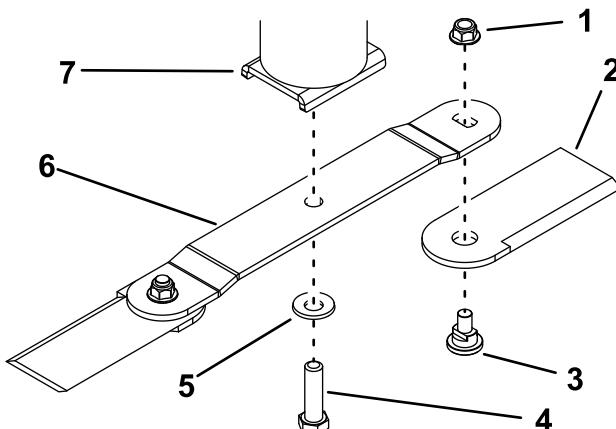

Figura 36
2. Retire el perno de la cuchilla, la arandela curva y la cuchilla del soporte de la cuchilla, en la parte inferior del alojamiento del eje (Figura 36).
Si la cuchilla no está equilibrada, rebaje con una lima algo de metal de la parte posterior de la cuchilla (borde opuesto al filo) solamente (Figura 36).
1. Sujete la cuchilla al alojamiento del eje usando el perno de la cuchilla y la arandela curva (Figura 36).
3. Para instalar únicamente las cuchillas desbrozadoras, sujetelas a los extremos de la cuchilla usando el perno y una tuerca nueva en cada cuchilla desbrozadora (Figura 36). Apriete la tuerca a 103 – 127 N·m.